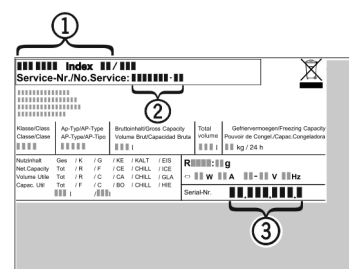

Fig. 15
- ▶ A készülék megnevezését *Fig. 15 (1)*, a szerviz- *Fig. 15 (2)* és sorozatszámot *Fig. 15 (3)* a típustábláról olvassa le. A típustábla a készülék belsejében baloldalon található.
- ▶ Értelmezze a vevőszolgálatot a hibáról, és adja meg nekik a készülék megnevezését *Fig. 15 (1)*, a szerviz- *Fig. 15 (2)* és a sorozatszámot *Fig. 15 (3)*.